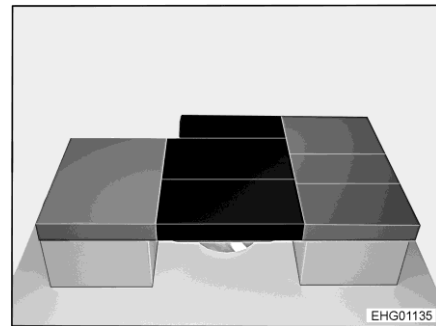

Fig. 171 Después de la transformación
- Colocar tres cojines adicionales según Fig. 171.